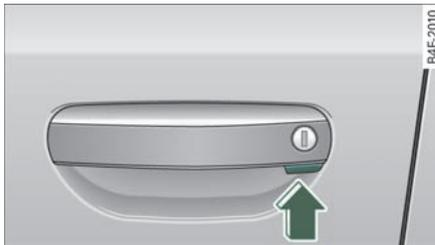

图 23 车门拉手：将汽车上锁
- 将车门拉手上的上锁按钮按压一次，即可将汽车上锁 => 第40页，图 23 => 。